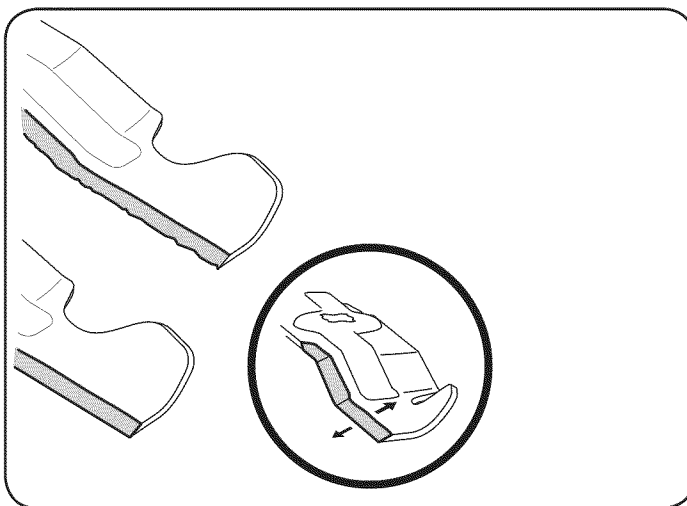

Figura 20
8. Retire la pajarita chaveta garantizar la barra estabilizadora de cubierta a cubierta. Deslice la barra de levantar la cubierta de la soldadura de montaje en la cubierta como se ve en la figura 20.